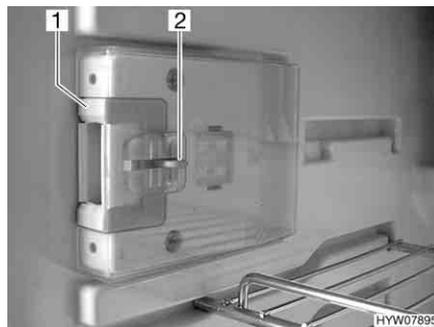
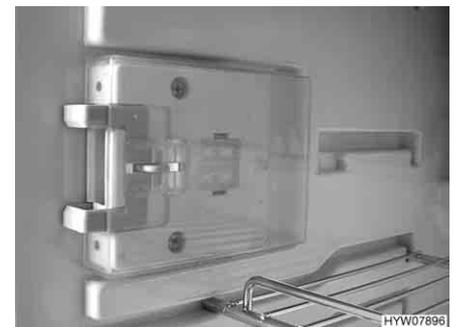

Fig. 233 Dispositivo di chiusura in posizione normale
Fig. 234 Dispositivo di chiusura in posizione di ricircolo d'aria
- Premere il dispositivo di sblocco (Fig. 233,2).
- Spingere il dispositivo di chiusura (Fig. 233,1) in avanti (Fig. 234).